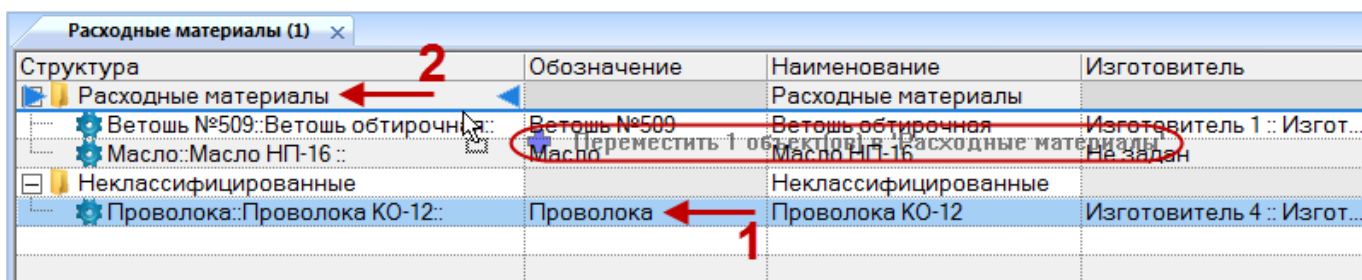

Рис. 9-61 – Перемещение расходного материала в другую папку справочника
- 2) Выбрать расходный материал в дереве справочника (1 на рис. 9-61). Для выделения нескольких расходных материалов используются клавиши CTRL и SHIFT.
- 3) Удерживая нажатой левую кнопку мыши, переместить выделенный расходный материал к другой папке справочника (2 на рис. 9-61). Необходимо чтобы папка справочника была выделена в колонке «Структура» стрелками ► и ◀.